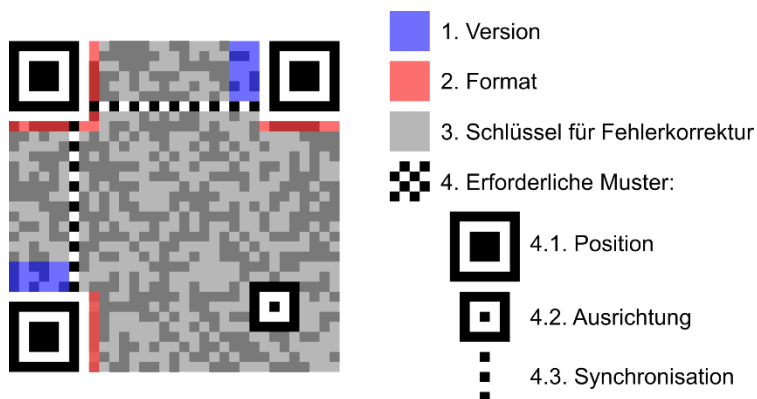

Abbildung 1: Zonen eines QR-Codes¹
- Die einzelnen Elemente (vgl. Abb. 1) sind wichtig, um den Code in der korrekten Position zu scannen sowie die Informationen abzurufen.
¹ Abbildung 1 - Quelle: https://de.wikipedia.org/wiki/QR-Code#/media/Datei:QR_Code_Struktur_Beispiel.svg, Stand 06.12.2020